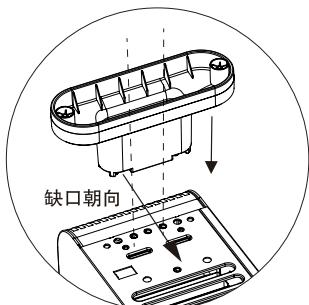

图2
- 3、如图2、3进行操作，将脚架对准机体两端相同的位置上。（注：脚架有缺口一面朝内）